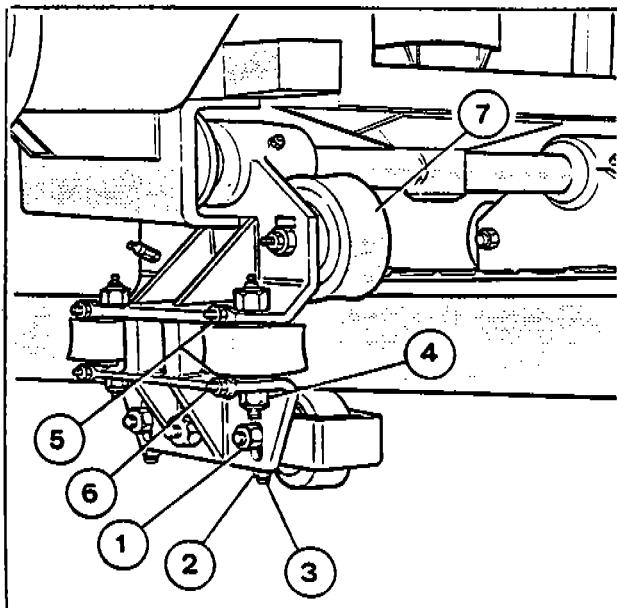

Fig. 48
- 1) Untighten nuts and double nuts - (Fig. 48 -1 and 2).
- 1) Allentare i dadi e controdadi (1-2-Fig. 48).
- 2) Avvicinare o allontanare le ruotine inferiori agendo, in senso alternato, sulle viti (3-Fig. 48). Gioco 2 mm.
- 3) A regolazione avvenuta bloccare il controdado e dado (2-1-Fig. 48).
- 1) Allentare i dadi e controdadi (4-5-Fig. 48).
- 2) Avvicinare o allontanare le ruotine laterali agendo, in senso alternato, sulle viti (6-Fig. 48).
Fare attenzione che il gioco venga ripartito nei due lati in uguale misura (1 + 1 mm) in modo che la ruota verticale superiore (7-Fig. 48) sia sempre in posizione centrale rispetto alla rotaria percorsa.
- 3) A regolazione avvenuta bloccare il controdado e il dado (5-4-Fig. 48).